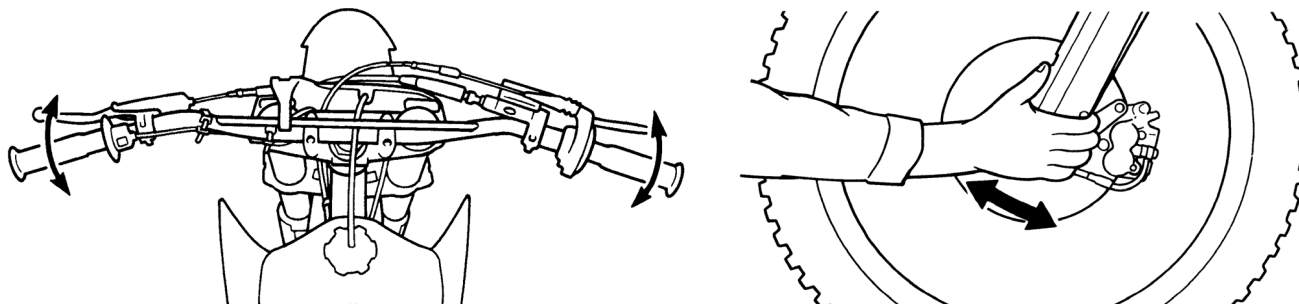

Рисунок 5.23. Проверка рулевой колонки.
2. Встаньте перед мотоциклом. Возьмитесь за вилку в районе передней оси (рис. 5.23) и потяните вилку по направлению к двигателю и обратно несколько раз. Если подшипники изношены, Вы почувствуете люфт или даже услышите щелчок / глухой удар. Если при повороте руля ощущается небольшое сопротивление, без закусывания и посторонних звуков, или присутствует незначительный люфт при покачивании вилки, то, возможно, требуется регулировка подшипников рулевой колонки.